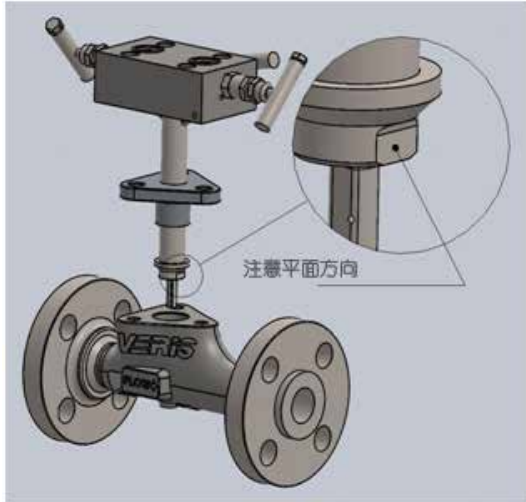

图 4：探头安装
**注意：**产品法兰面间距不包括垫圈（参见图 4）。VERIS 建议在产品法兰面间距的基础上增加 9.525 mm (0.375")，以便在管道法兰之间留出所需的安装距离。
将探头插入到阀体中，探头平面与阀体中的平面对准成一条直线（参见图 4）。探头流向箭头将与阀体上的流量方向箭头相同。